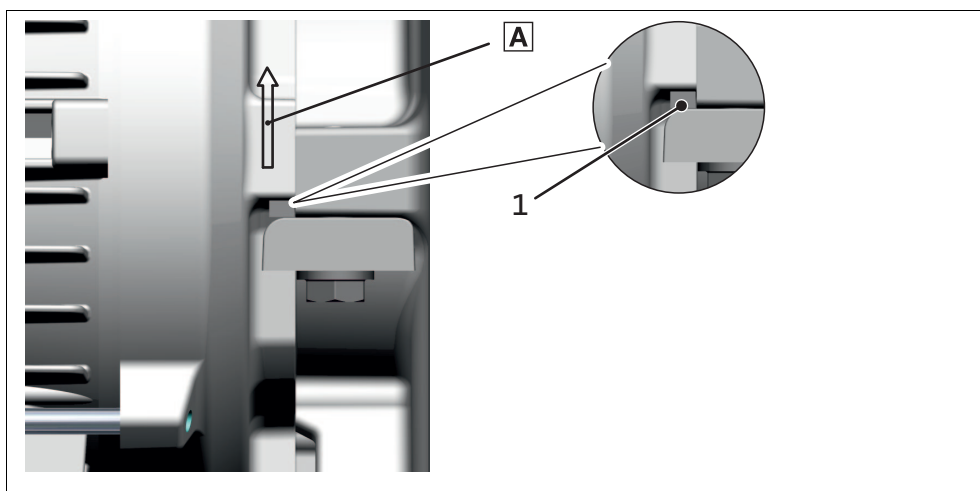

Abb. 6 Montage gegenüberliegende Seite (Endlage Nocken bündig)
3. Sofern sich das Zentralgewinde noch nicht von Hand lösen lässt, die Sicherungsschraube wieder lösen und durch Unterlegen von z. B. Stahlplättchen 2-3 mm dick, zwischen Sicherungslasche bzw. Demontagelasche und motorseitiger Sicherungsnocke etwas mehr Weg zum Lösen generieren, Abb. 6.